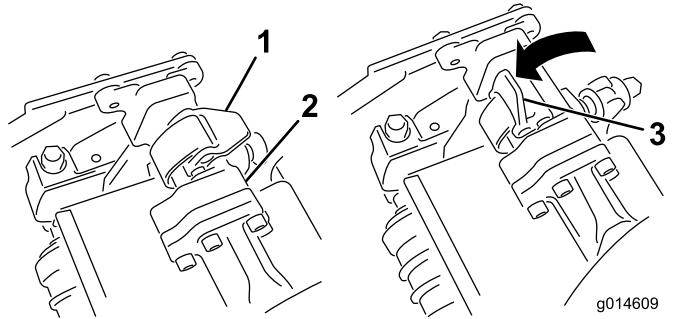
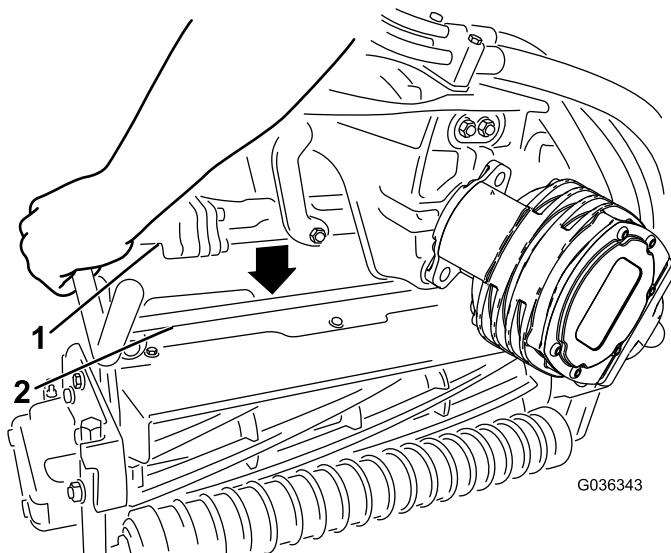

Figure 70
Figure 71
4. Ouvrez les verrous sur la barre du bras de suspension (Figure 70) et poussez le bras vers le bas pour que la barre recouvre les deux bras d'inclinaison sur l'unité de coupe, en vous assurant que les verrous passent sous la barre transversale de l'unité de coupe (Figure 71).
5. Fermez les verrous autour de la barre de l'unité de coupe et bloquez-les en place (Figure 70).
6. Ouvrez les verrous sur la barre du bras de suspension appartenant à l'unité de coupe que vous voulez déposer (Figure 70).